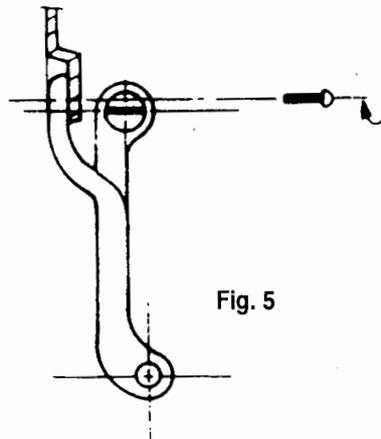

Fig. 5
- Condamner ensuite la porte de l'appareil à l'aide de la vis fournie (Fig. 5).
- Lock the door with the screw provided (Fig.5).